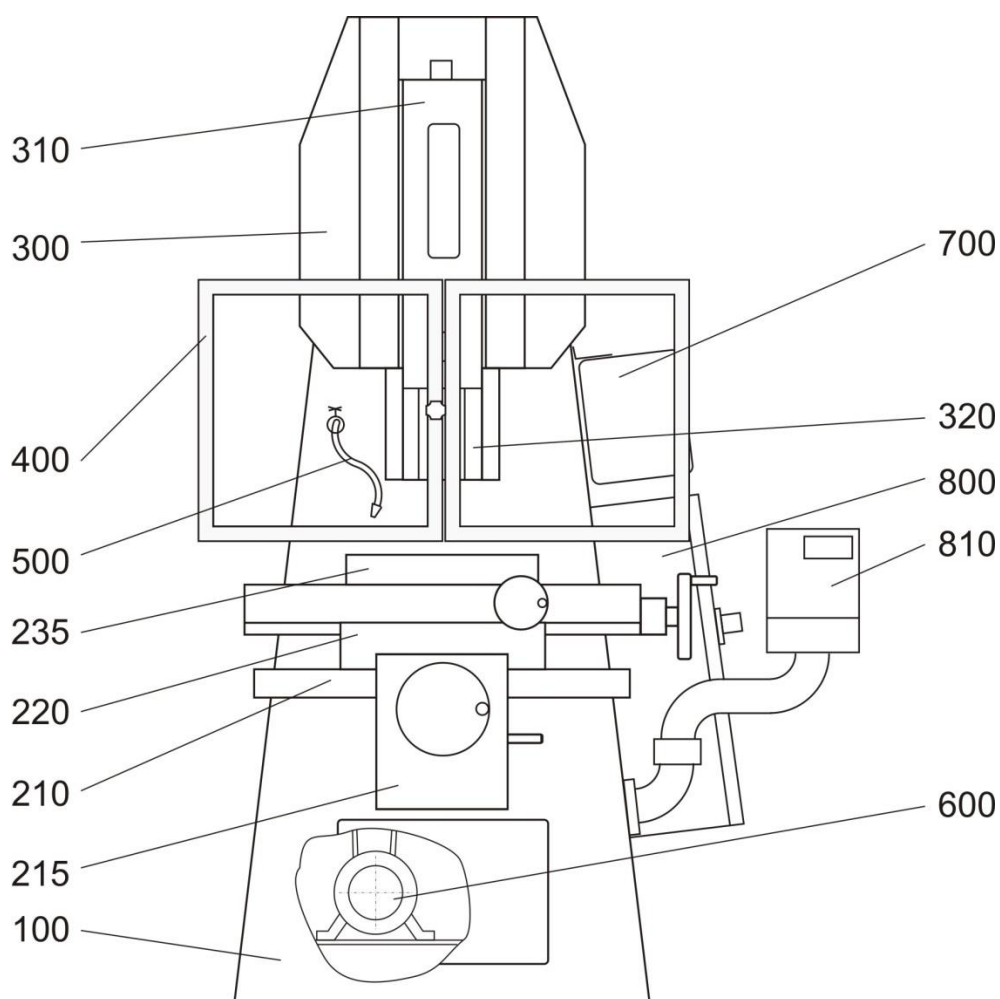
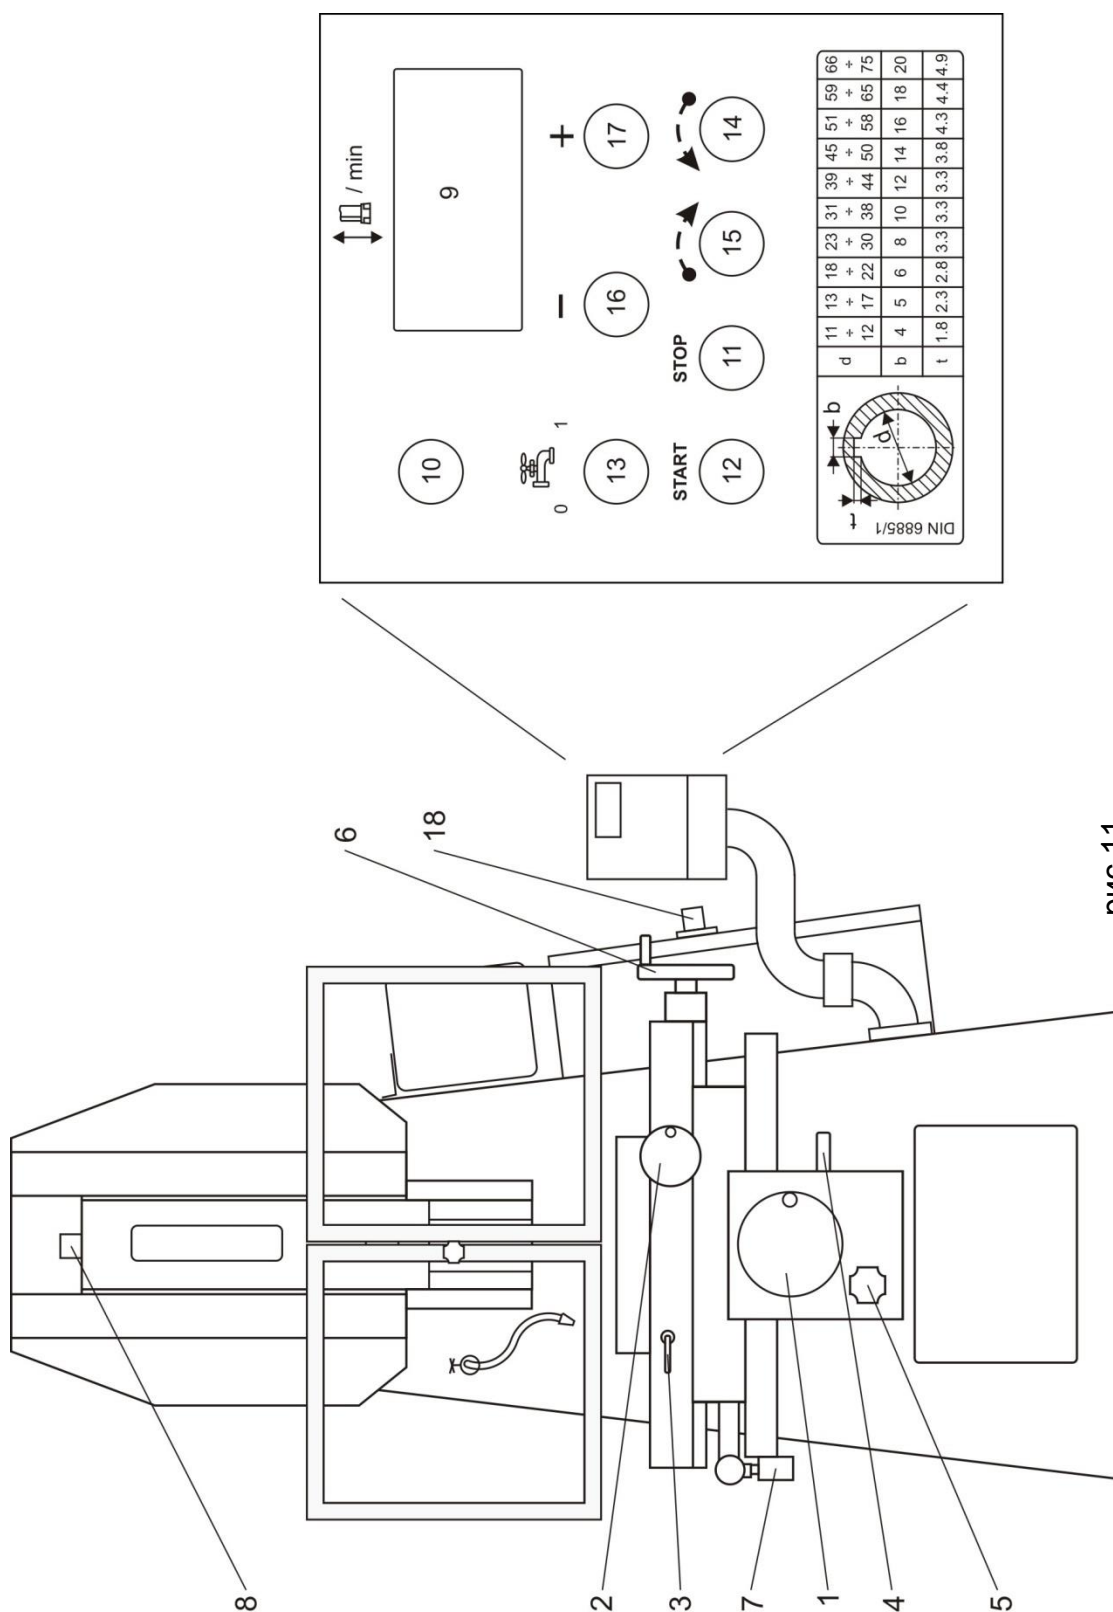
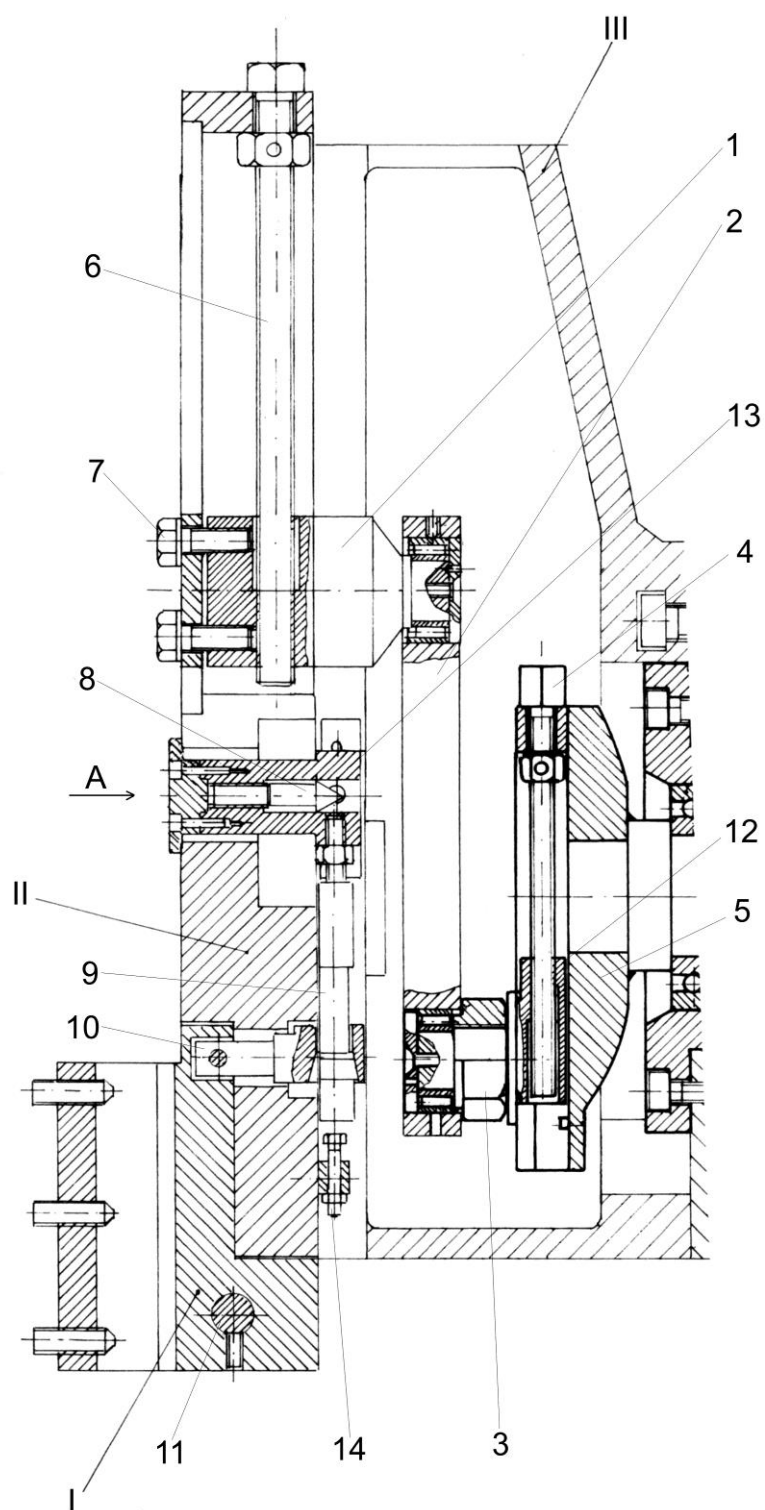
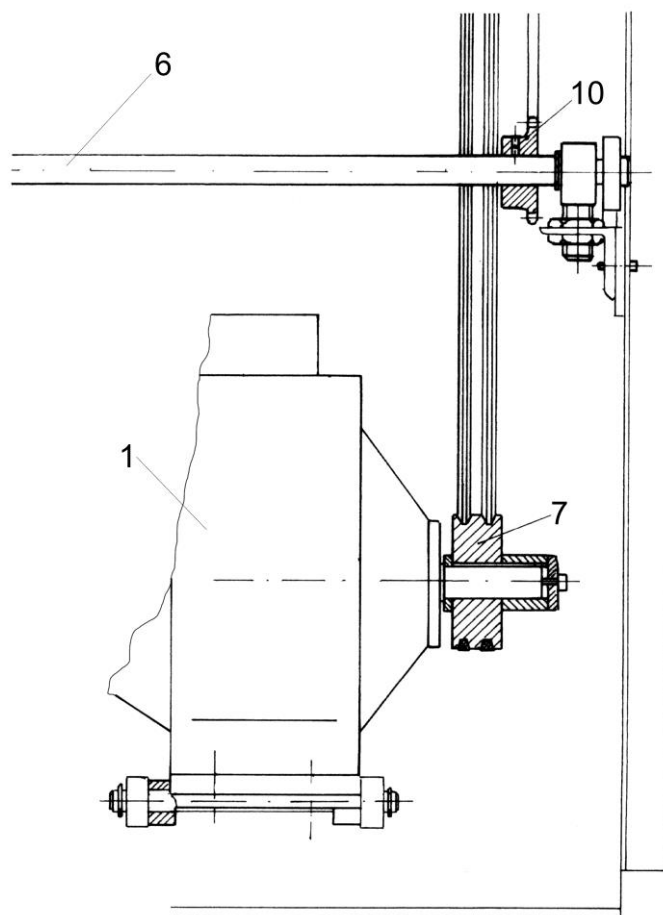

рис. 10
рис.11
рис. 15
рис. 16
На рис.10 показан общий вид машины, при этом обозначения 100 – 810 определяют основные узлы (группы).
На рис.11 показаны органы управления.
На рис.10 числом "100" обозначен корпус машины. На него установлены все узлы, он обеспечивает стабильность машины при работе. Конструкция корпуса изготовлена из стальной жести.
На рис.10 числом "210" обозначена станина крестообразного суппорта. На нее установлены промежуточная каретка и вращающийся стол.
На рис.10 числом "215" обозначена распределительная коробка. Ее основное назначение – осуществление автоматической поперечной подачи стола.
Распределительная коробка приходит в движение с помощью вала 1. В передней части вала установлен эксцентрик 2 с радиальным шариковым подшипником 3. При вращении вала 1 подшипник выталкивает вертикально вверх коромысло 5. Оно, в свою очередь, упирается в эксцентрик 4, который связан с рукояткой изменения величины автоматической поперечной подачи (поз.5, рис.11). Чем выше эксцентрик 4 поднимает коромысло 5, тем больше подшипник 3 при вращении поднимает его вверх, т.е. коромысло и приходящая в движение с его помощью рейка 6 имеют соответствующий ход.
На рис.10 числом "220" обозначается промежуточная каретка. Ее основное назначение – соединение посредством двух взаимно перпендикулярных направляющих станины и стола машины. С помощью направляющей станины промежуточная каретка вместе с узлами, находящимися на них, перемещаются в направлении от работника к машине (поперечно), а по другой направляющей стол перемещается продольно. Продольное движение осуществляется только вручную с помощью маховика 6 – рис.11, а поперечное – вручную или автоматически с помощью распределительной коробки. Автоматическое движение производится только в направлении от работника к машине.
На рис.10 числом "235" обозначается вращающийся стол. Принципиальной разницы в конструкции между S200TGI и S315TGI нет. Различия только в размерах. Диаметр стола серии S200TGI - 315 мм, а серии S315TGI – 450 мм.
На рис.10 числом "300" обозначена головка машины. Ее основное назначение – держать салазки с резцедержателем, в который установлен рабочий инструмент. Посредством своих направляющих он обеспечивает их надежное и без зазора ведение при движении.
Числом "310" на рис.10 и II на рис.15 обозначены салазки с держателем инструмента машины. Они совершают возвратно-поступательные движения и имеют резцедержатель. Точно прилегают к ведущим поверхностям головки. Их рабочий ход можно настроить от 0 до, соответственно, 205 мм – для серии S200TGI, и 320 мм – для серии S315TGI.
Увеличение и уменьшение хода салазок с держателем инструмента происходит следующим образом – рис.15:
1. Удалить защитное окошко, которое находится справа головки. С помощью черных кнопок пульта повернуть кулису 5 машины таким образом, чтобы гайка 3 – рис.15, заняла положение напротив окошка.
Для этого требуется выполнить следующие операции – рис.15:
На рис.10 числом "320" обозначен резцедержатель машины. На рис.15 он обозначен символом I. Резцедержатель имеет отводящее устройство, которое позволяет при движении салазок с держателем инструмента вверх (нерабочее движение) отделить резец от поверхности канала во избежание трения.
На рис.10 числом "400" обозначено защитное ограждение рабочей зоны машины.
На рис.10 числом "500" обозначена система охлаждения. Резервуар для охлаждающей жидкости установлен на специальную стойку на корпусе (впереди слева). Его обслуживание возможно после открывания передней крышки машины. С помощью насоса на крышке резервуара охлаждающая жидкость поступает к торцевой промежуточной стенке корпуса и затем – в рабочую зону. Отработанная жидкость через боковые каналы собирается на станине и через отверстие в ней возвращается в резервуар. В зависимости от интенсивности эксплуатации машины, в частности, системы охлаждения, на определенные отрезки времени резервуар подлежит демонтажу для чистки и замены охлаждающей жидкости. Необходимое количество жидкости – совсем минимальное, и оно регулируется с помощью крана.
На рис.10 он обозначен числом "600". Главный двигатель 1 (рис.16) установлен на специальную подвеску корпуса. Движение от шайбы 7 к шайбе 8 и затем – к редуктору 3 передается с помощью ремней. Редуктор имеет передаточное